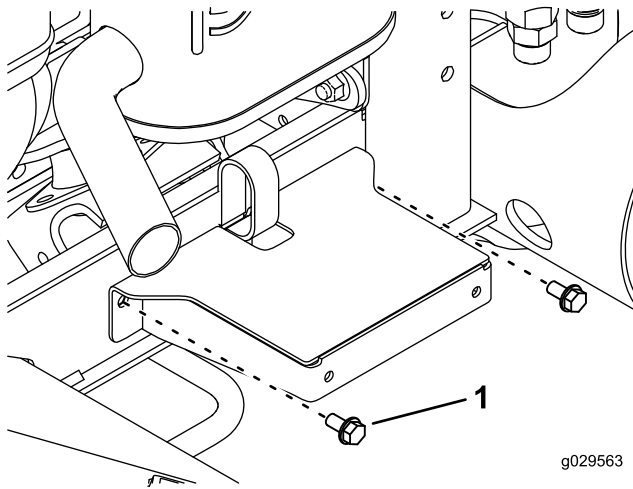

Bild 36
12. Befestigen Sie die Kotflügelbefestigung mit 2 gewindefurchenden Schrauben (5/16" x 5/8") durch die neu gebohrten Löcher am Rahmenkanal, wie in Bild 36 gezeigt.